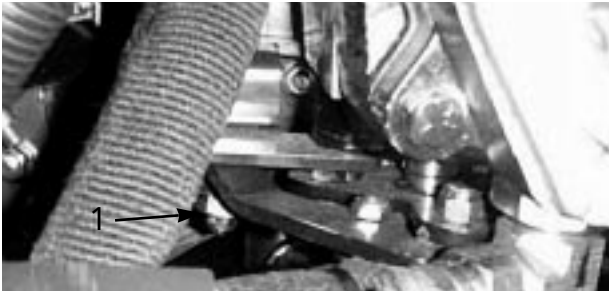

図 56
3. トラクション調整カムのロックナット（図56）をゆるめる。